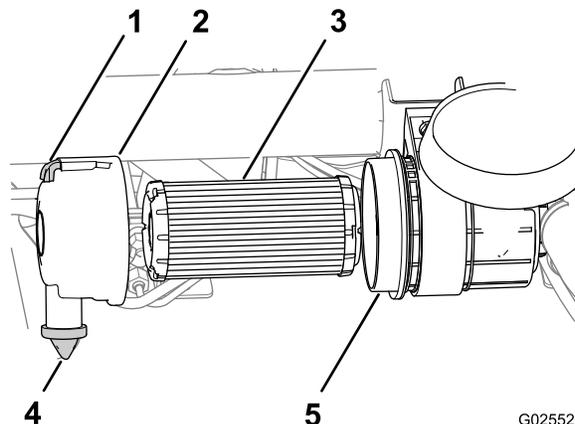

Figura 40
1. Puxe o trinco para fora e rode a cobertura do filtro de ar no sentido contrário ao dos ponteiros do relógio (Figura 40).
3. Retire o filtro de ar da estrutura (Figura 40).
4. Limpe o interior da cobertura e da estrutura do filtro de ar (Figura 40).
5. Limpe a válvula do pó de borracha da cobertura (Figura 40).
6. Limpe a porta de ejeção de sujidade que se encontra na cobertura do filtro de ar, a cavidade da válvula de pó e depois substitua a válvula de pó (Figura 40).
8. Insira um novo filtro de ar pressionando ligeiramente o anel exterior do filtro para o assentar na estrutura (Figura 40).
9. Alinhe a cobertura do filtro de ar com a válvula de pó na posição das 6 horas quando visto da extremidade esquerda da cobertura (Figura 40).
10. Prenda o fecho da cobertura do filtro de ar (Figura 40).